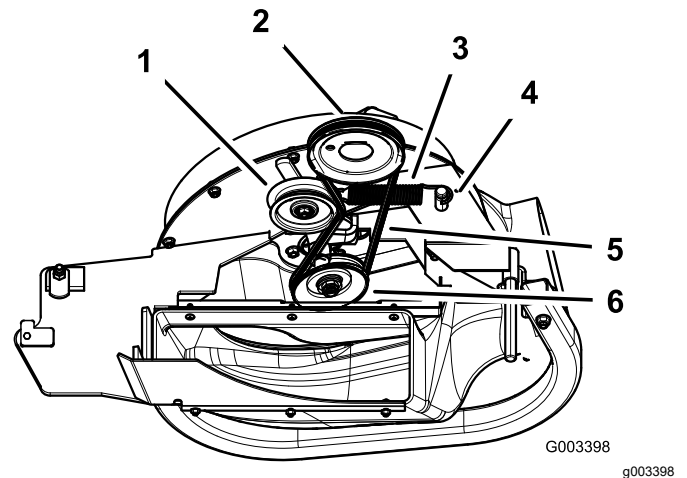

Figure 13
1. Sur les tondeuses de 152 et 183 cm (60 et 72 po), chaussez la courroie sur la poulie de ventilateur (Figure 13).